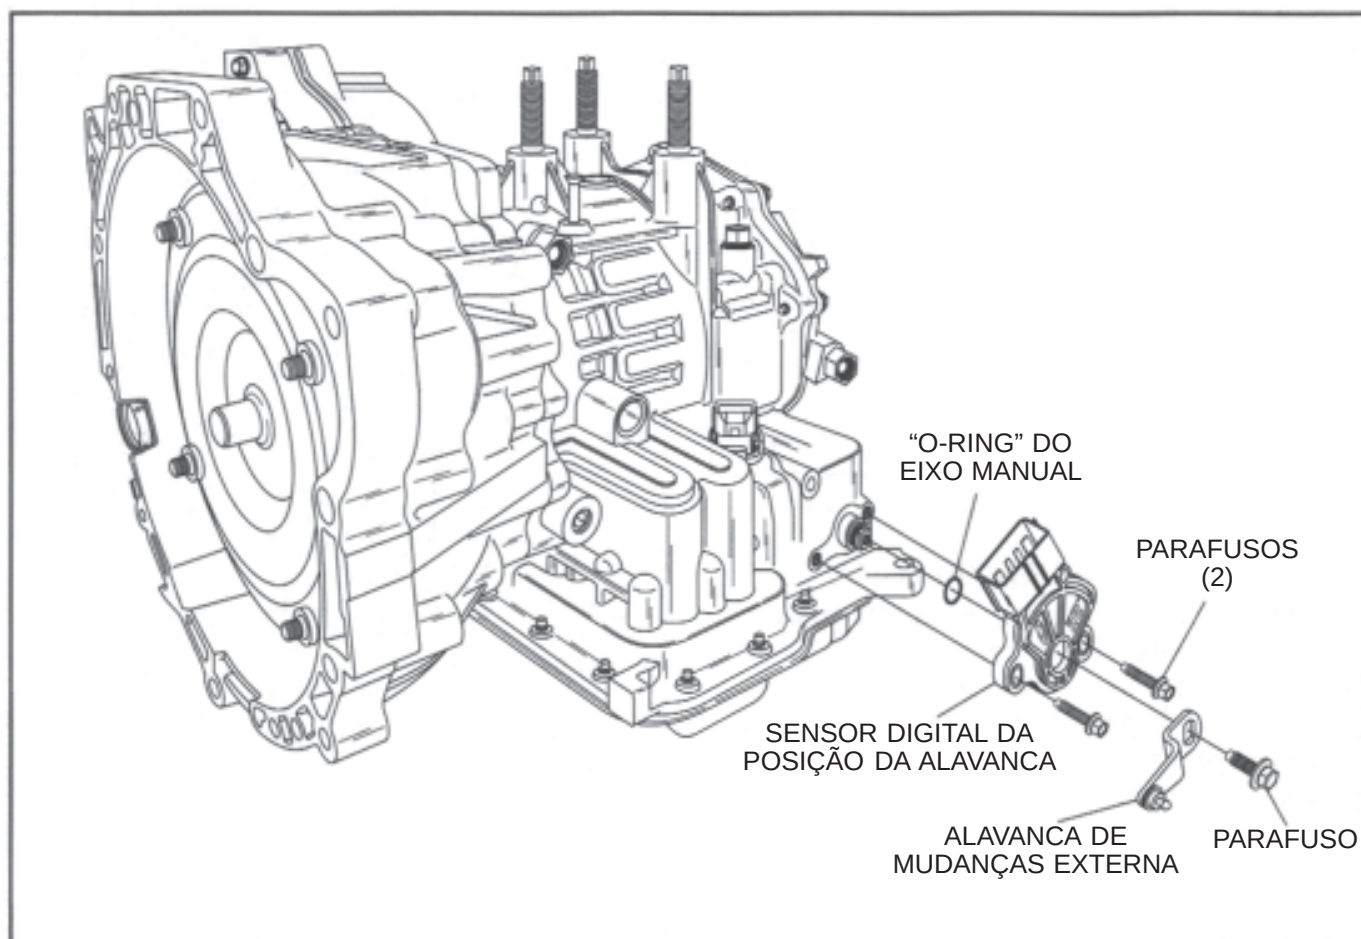

Figura 15
1. Remova o parafuso e a alavanca de mudanças externa, conforme ilustrado na Figura 15.
2. Remova os 2 parafusos e o sensor da posição da alavanca, conforme ilustrado na Figura 15.